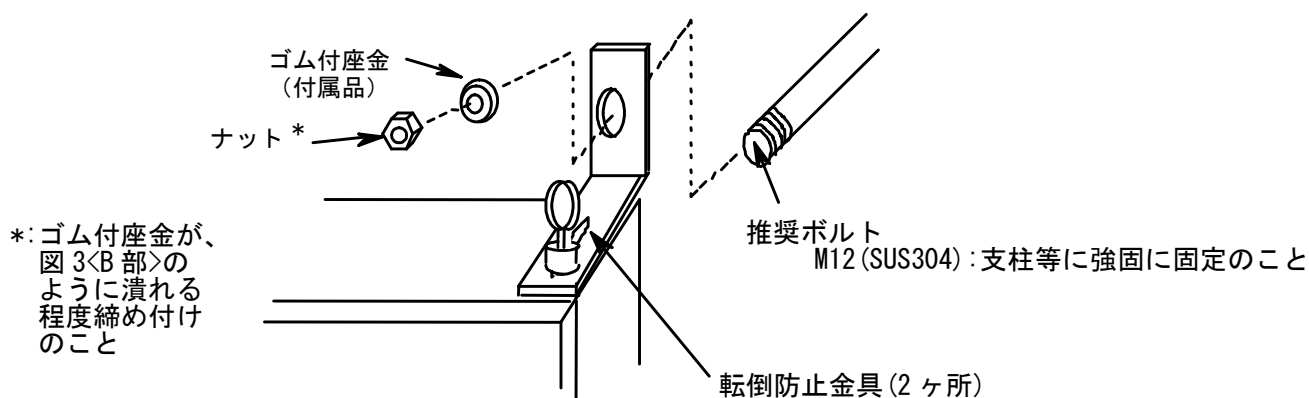
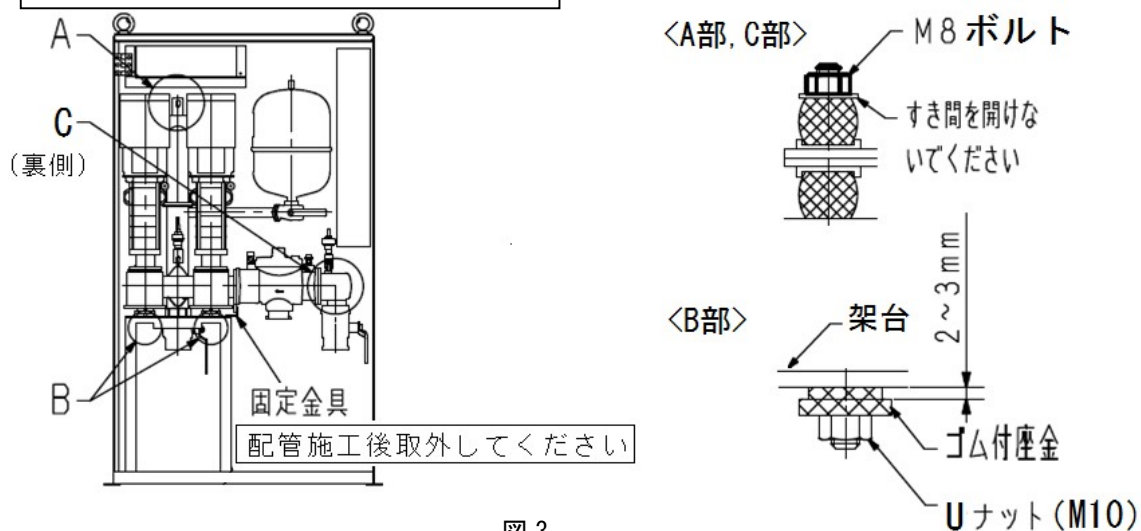

図 2
図 3
- (1) この直結給水ブースタポンプは、屋外設置、屋内設置兼用型です。ただし、屋外設置の場合、機器の寿命を考慮し、風雨、直射日光が当たらない場所をお選びください。
- (2) 直結給水ブースタポンプは、保守点検が容易に出来る場所をお選びください。
- (3) 関係者以外の人が入付かないよう、囲いを設けるなどの対策を施してください。
- (4) 直結給水ブースタポンプは、基礎の上に強固に取付けてください。不安定な取付けは、故障の原因となります。また転倒防止対策として付属の転倒防止金具をご使用になる場合は、図2のように施工してください。
- (5) 冬季に凍結の恐れのある場合は、ポンプ室あるいはポンプ、バルブ、配管、圧力センサ、圧力タンクなどに、必ず防寒対策を行ってください。
- (6) 直結給水ブースタポンプの基礎の周囲には、排水溝を設けてください。
- (7) この直結給水ブースタポンプは、防振装置を内蔵しています。この効果を十分発揮させるために据付及び配管施工後に、図3のようにボルト及びリットをゆるめる処置を施してください。
- (8) 直結給水ブースタポンプの設置に当たっては、所轄の水道局の施工基準に従ってください。
- (9) ポンプ室の壁、扉材は遮音効果の高いものを使用してください。
- (5) 配管工事終了後、図3のように固定金具を架台からはずしてください。